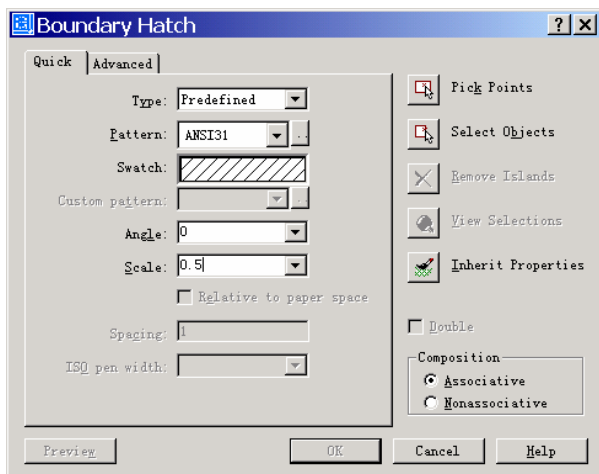

图 11.13 Boundary Hatch (边界图案填充) 对话框
(1) 将图层 Boundary Hatch (图案填充) 设置为当前层, 用 BHATCH 命令进行填充, 输入命令后, 出现如图 11.13 所示的 Boundary Hatch (边界图案填充) 对话框。将 Pattern (图案选择) 设置为 ANSI31 样式, Scale (填充比例) 设置为 0.5, Angle (角度) 设置为 0, 然后单击 Pick Points (拾取点) 按钮, 在需要打剖面线的区域中单击鼠标, 进行区域选择。